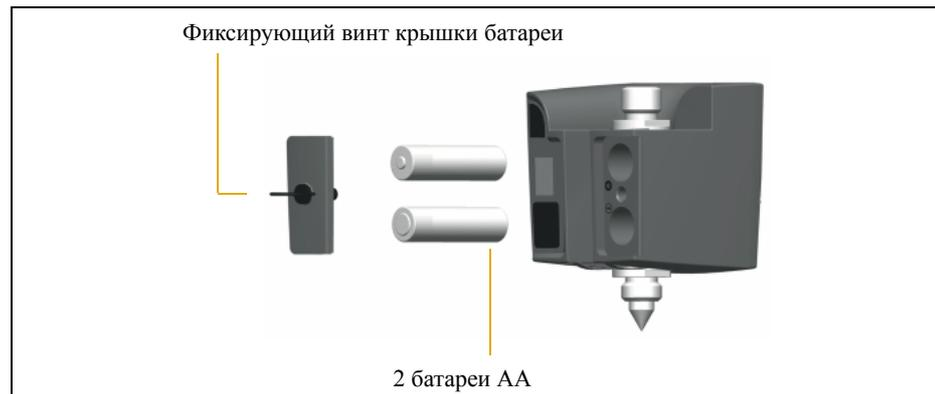

Рисунок 4.8 Замена батареи в модуле Target ID
4. Установите крышку и поверните винт на четверть оборота по часовой стрелке. См. Рисунок 4.8.